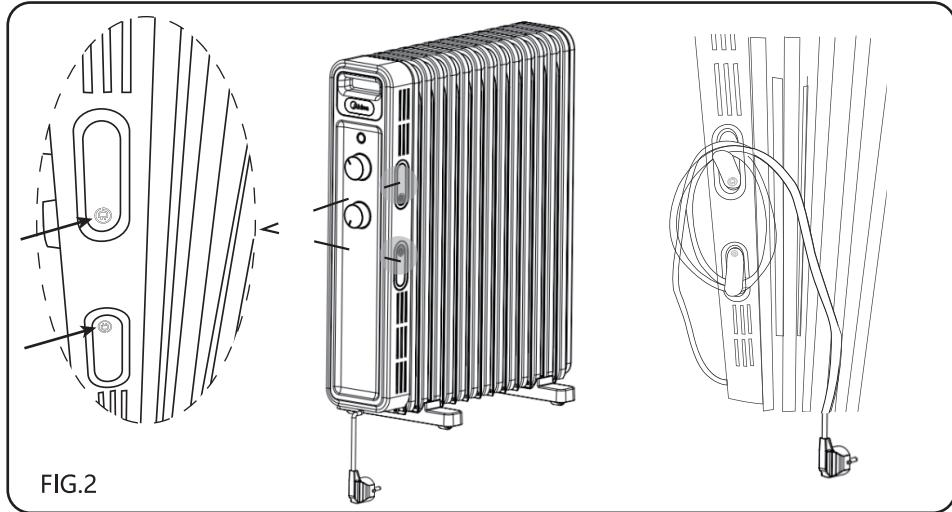

FIG.2
4. Gebruik het snoeropwickelapparaat om het snoer na gebruik op te bergen.(FIG.2)